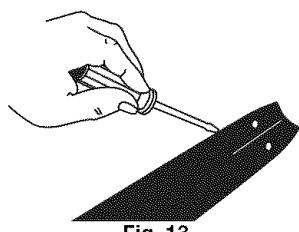

Fig. 13
2. Utilizando un desarmador, navaja, cepillo de alambre o cualquier otro instrumento similar, límpie residuos de los rieles de la barra guía. Esto mantendrá los pasajes abiertos para proveer una lubricación adecuada a la barra y cadena (Fig. 13).